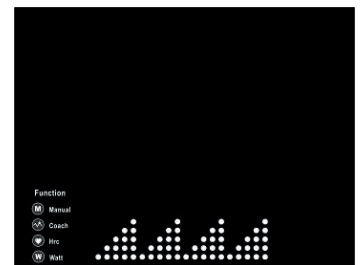

Fig. 23
9. Sélectionnez WATT TRAINING pour vous entraîner en mode Programme en watts. Il y a 6 profils au choix (la figure 23 est le 1er profil), choisissez-en un avec LEVEL. Appuyez sur MODE et entrez un temps cible (si vous le souhaitez). Appuyez ensuite sur START pour commencer l'entraînement. Utilisez LEVEL pour modifier la valeur WATT à votre convenance, la résistance s'adapte en fonction de la valeur en watts prédéfinie. Appuyez sur le bouton STOP ou arrêtez l'entraînement une fois la valeur de temps prédéfinie atteinte, puis appuyez sur RESET pour revenir à la page d'accueil.